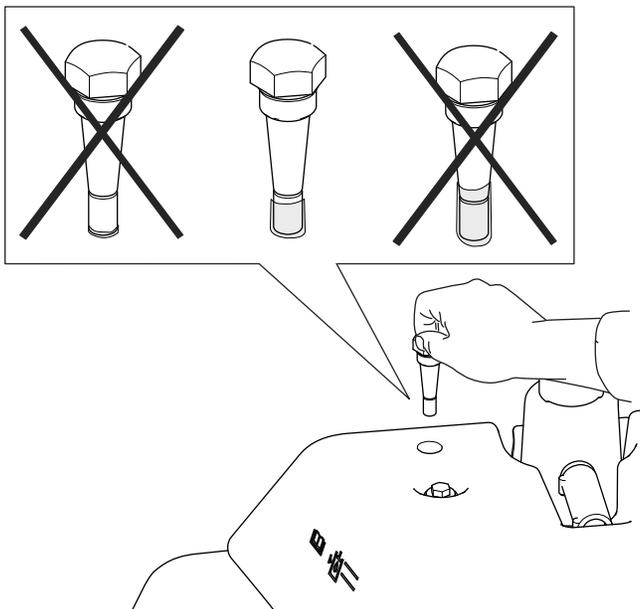

Figura 56
4. Rimuovete l'asta di livello e verificate il livello del fluido. Se si trova tra i segni di riferimento presenti sull'asta, il livello è sufficiente. Se il livello del fluido non è compreso tra le tacche, regolate il livello come opportuno (Figura 56).